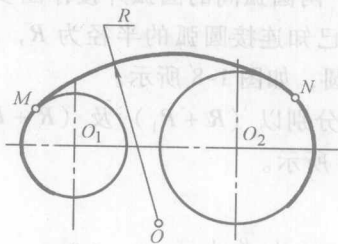

图 1-15 两圆弧间圆弧内接步骤四
4) 以  $O$  为圆心、 $R$  为半径画圆弧, 连接已知圆于  $M$ 、 $N$ , 即完成作图, 如图 1-15 所示。